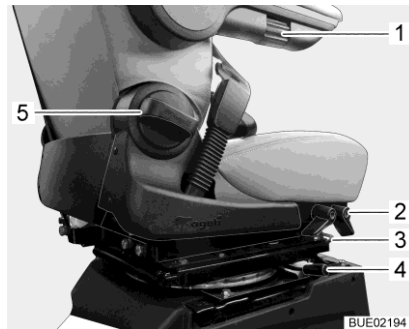

Bild 28 Sitzverstellung
- Entriegelungshebel (Bild 28,4) betätigen. Die Arretierung wird gelöst.
- Den Bügel (Bild 28,3) nach oben ziehen.
- Vorderen oder hinteren Hebel (Bild 28,2) nach oben ziehen.
- Drehgriff (Bild 28,5) drehen. Je nach Drehrichtung neigt sich die Rückenlehne nach vorn oder hinten.
- Rändelrad (Bild 28,1) drehen. Je nach Drehrichtung neigt sich die Armlehne nach oben oder unten.